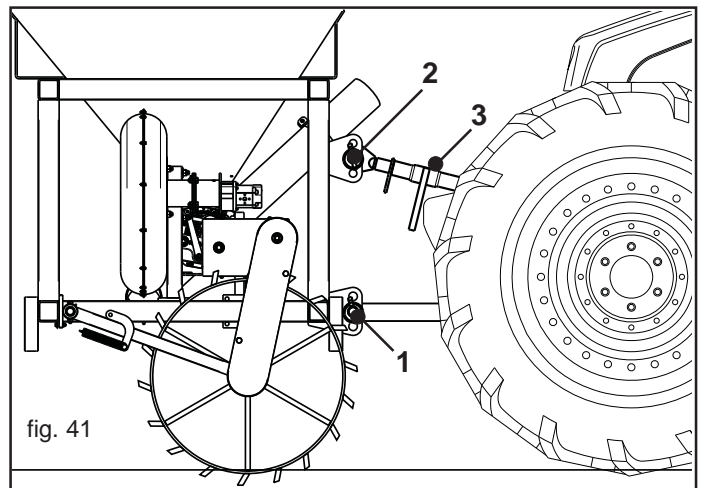
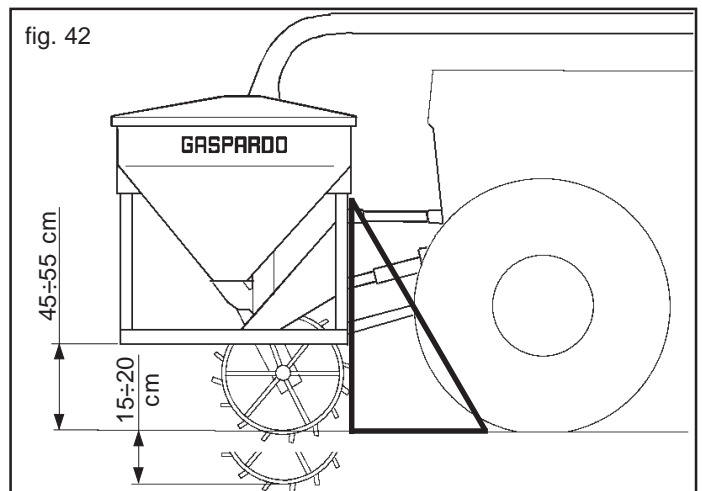

fig. 41
fig. 42
- 1) Agganciare le barre del sollevatore sui perni predisposti (1 Fig. 41). Bloccare con le copiglie a scatto.
- 2) Collegare il terzo punto superiore (2, Fig. 41); la spina va bloccata con l'apposita copiglia; mediante il tirante di regolazione (3, Fig. 41) fare in modo che l'attrezzatura si sia perpendicolare al terreno (Fig. 42).
- 5) Sollevare l'attrezzatura anteriore, rimuovere i piedi di appoggio. Per garantire la rotazione della ruota di trasmissione, regolare l'altezza dal suolo dell'attrezzatura in posizione di lavoro (45-55 cm Fig. 42). Questa distanza deve essere mantenuta costante durante il lavoro.
- 6) In condizioni di lavoro garantire l'aderenza al terreno della ruota motrice. Utilizzare gli anelli catena (C), indicati in Figura 51, per regolare un'escursione di circa 15-20 cm (Fig. 42).